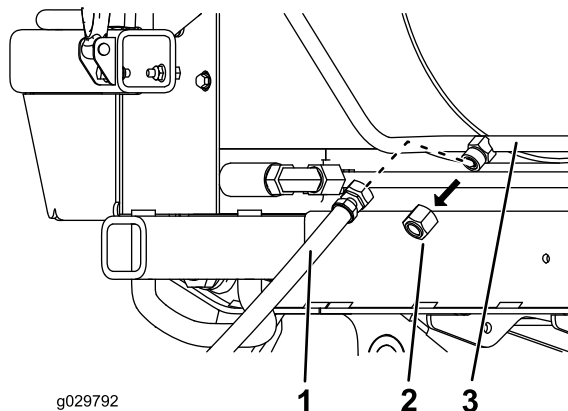

図 15
A. オイルクーラの戻りホースのハードラインからキャップを外す 図 15。
B. ハードラインに短いホースをねじ込む 図 15。